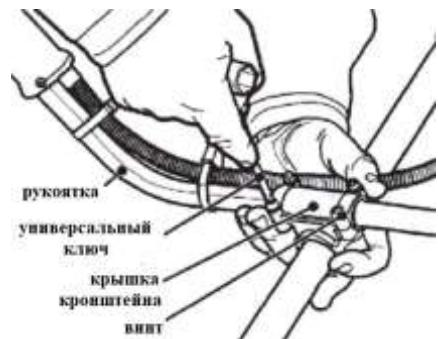

Рис. 3 Установка рукоятки бензиновой косы
1. Установите половинки рукоятки в корпус кронштейна так, чтобы выступы на торцах трубок рукоятки попали в паз корпуса кронштейна,смотрите Рис. 3;